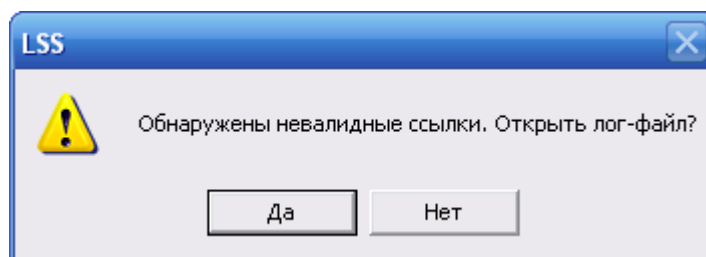

Рис. 5-45
- Если при открытии проекта по системе были обнаружены невалидные ссылки, появится соответствующее сообщение (рис. 5-45). При нажатии на кнопку **Да** вы можете открыть лог-файл и просмотреть невалидные ссылки. Для удаления невалидных ссылок обратитесь к администратору.